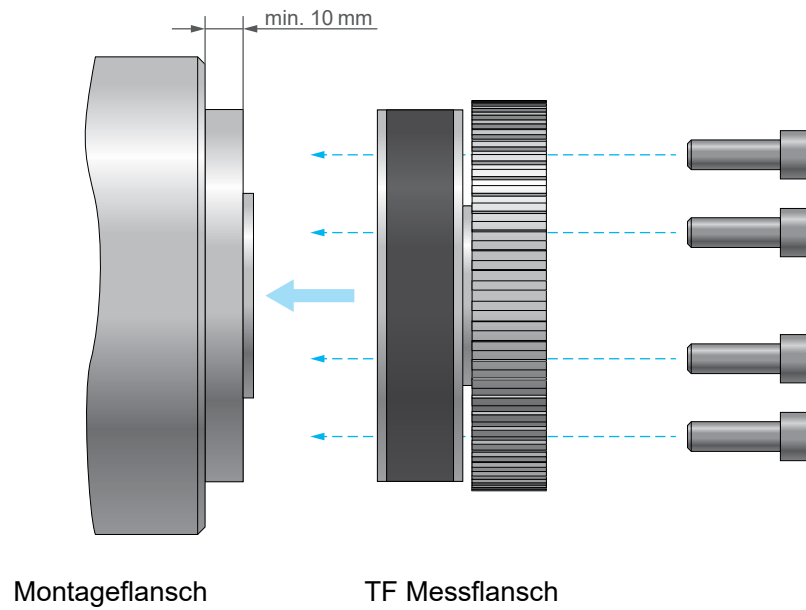

Bild 2-8 Messflanschabstand
- Zwischen dem Hauptkörper des Montageflansches und dem Messflansch ist ein Abstand von minimal 10 mm zu gewährleisten (siehe Bild 2-8) um allfällige HF-Übertragungsstörungen zu verhindern.